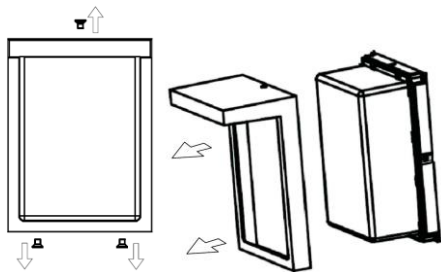

Рисунок 3.
5.6. Снимите переднюю рамку светильника Geniled Sova, для этого открутите 3 винта (см. рисунок 3).